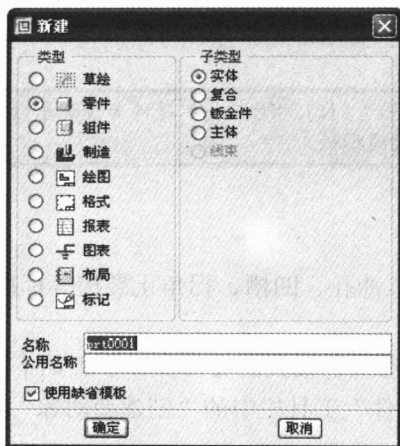

图 1-1 “新建”对话框
(1) 单击“文件”|“新建”命令, 或单击“文件”工具栏中的“创建新对象”按钮, 弹出“新建”对话框, 如图 1-1 所示。